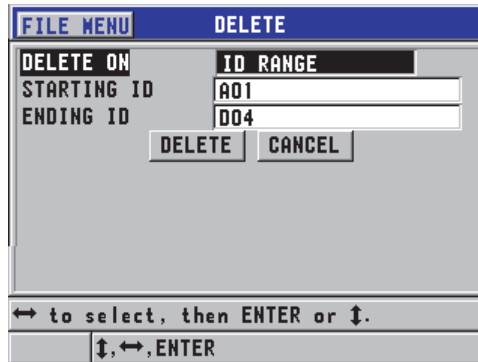

Figura 6-32 Apagar os dados de um conjunto de ID em um arquivo ativo
2. Na tela **DELETE** (veja Figura 6-32 na página 126), defina **DELETE ON** para **ID RANGE**.